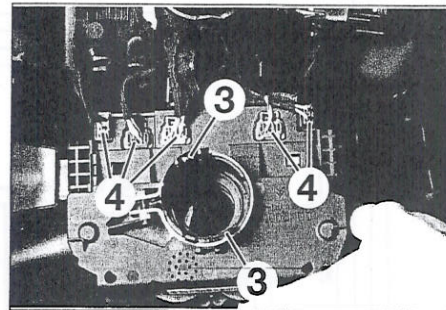

FIGURA 9-6
- Desengrapar las 2 lengüetas (3) del contactor giratorio y tirar del mismo para separarlo (figura 9-6).
- Sacar los conectores (4) y desmontar el contactor giratorio (figura 9-6).